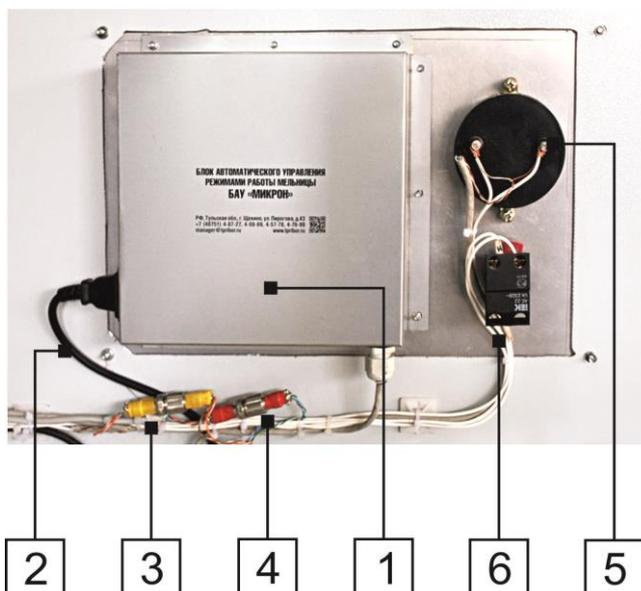

Рис. 26. Замена панели управления.
Для того чтобы демонтировать (Рис. 26) панель управления необходимо обесточить пульт БАУ, отсоединить от основного блока (1) кабель питания (2), рассоединить разъемы (3, 4), отсоединить два провода от амперметра (5) и два провода от кнопки «ОБЩИЙ СТОП» (6), после чего отвернуть четыре гайки М4 и снять панель.